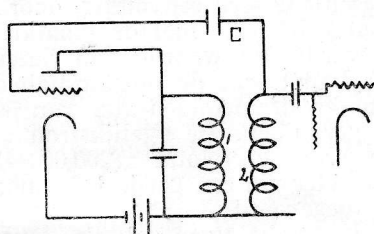
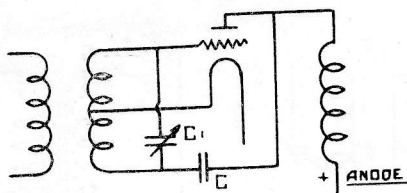
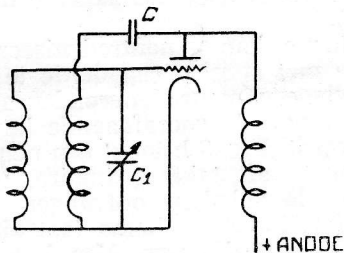

Fig. 7.
Fig. 9.
Fig. 10.
Het schema is in fig. 7 aangegeven.
Dit schema kan geneutrodyneiseerd worden, door met spoel 2 een derde te koppelen, die via een neutrodynecondensator met het rooster van de voorafgaande lamp verbonden wordt. Fig. 8 b toont een neutrodyne schema met afgetakte primaire, volgens welke b.v. de Solodyne ontvanger is gebouwd. Het Koomansschema laat zich volgens fig. 7 neutraliseren. Men kan dan of het volgende rooster met spoel 1 verbonden laten (eventueel via een roostercondensator, indien de volgende lamp de detector is) of deze verbinding verbreken en het aangegeven schema volgen.
Zeer bekend is het Rice schema, dat in fig. 9 is geteekend, het karakteristieke hierbij is, dat de roosterspoel wordt afgetakt en de plaatkring niet wordt gewijzigd. De aftakking is hierbij weer in het midden. Bij dit schema bestaat het gevaar, dat de lamp gaat genereeren in de eigenfrequentie van 't gedeelte van de roosterspoel tusschen rooster en gloeidraad. Om dit onmogelijk te maken gaan wij in dezen kring een verlies-
min van den accu verbinden. In plaats van een hoogohmigen weerstand kan men ook een h.f. smoorspoel nemen, die echter voor zeer korte golven geschikt moet zijn. Tenslotte geven wij in fig. 10 nog een schema, dat sterk aan fig. 7 doet denken, maar waarbij wat neutralisatie betreft de rol van rooster en plaat zijn verwisseld.
Dit heeft niet het nadeel van fig. 9, n.l. dat de afstemcondensator C_1 niet aan een zijde met de aarde is verbonden. Hierdoor kunnen handcapaciteits effecten ontstaan en is men genoodzaakt, bij het gebruik van meervoudige condensatoren, de draaibare gedeelten van elkaar te isoleren. 2). Dengeen, die eens een proef met neutrodyne schema's zou willen doen, raden wij de schema's van fig. 7 en 8a aan, degenen, die tijd tot experimenteren hebben, de schema's fig. 9 of 10 of het schema Schaaper met neutralisatie. De instelling van de neutrodyne condensator geschiedt doordat men de lamp dooft (niet uit het toestel verwijdert) wanneer men op een zeer sterk station afge-
2). Het groote voordeel van de schema's van fig. 9 en 10 tegenover die van fig. 7 en 8 is dat geen overcompensatie kan ontreden. Maakt men n.l. C in fig. 7 of 8 te groot dan gaat men over de compensatie heen, dan heeft men een terugkoppeling. Te groote waarden van C in fig. 9 en 10 geven wel geen neutrodyniseering, maar toch ook geen terugkoppeling.